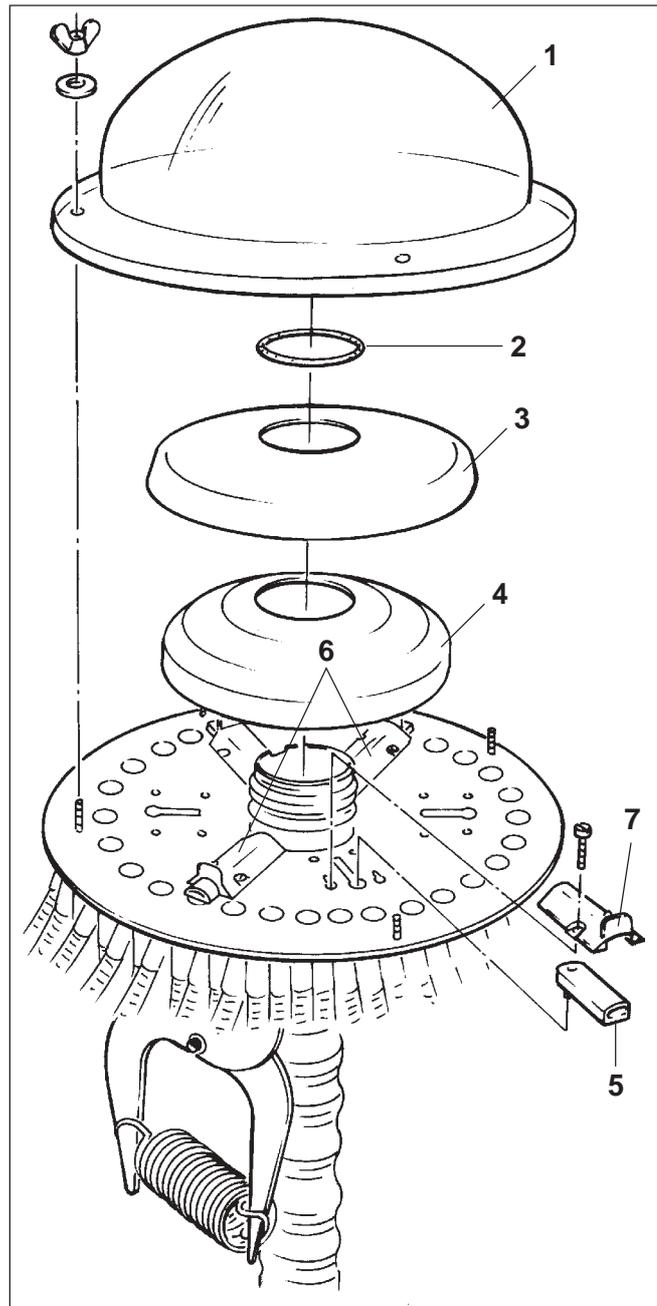

Fig. 26.23
- Verteileraußenhaube (Fig. 26.23/1), O-Ring (Fig. 26.23/2), Verteilerinnenhaube (Fig. 26.23/3) und Schaumstoffeinsatz (Fig. 26.23/4) demontieren.
Montiert werden können bis zu 6 Schieber. Jeweils zwei Schieber (Fig. 26.23/6) sollten auf der Grundplatte gegenüber montiert werden. Zur Montage bzw. Demontage eines Schiebers (Fig. 26.23/5) ist der Schiebertunnel (Fig. 26.23/7) zu entfernen.